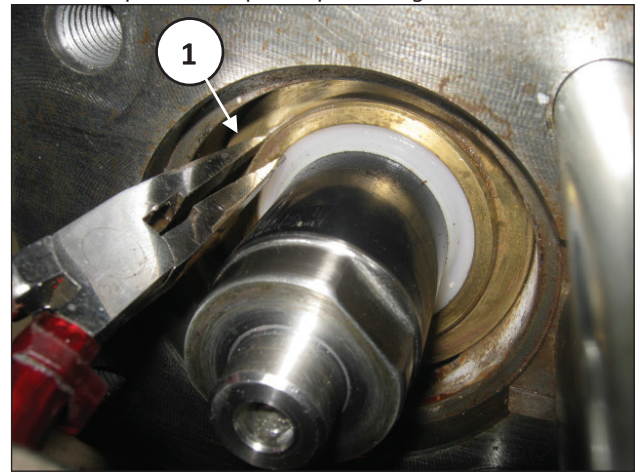

Fig. 123
Extraia o suporte do raspador (pos. ①, Fig. 123).